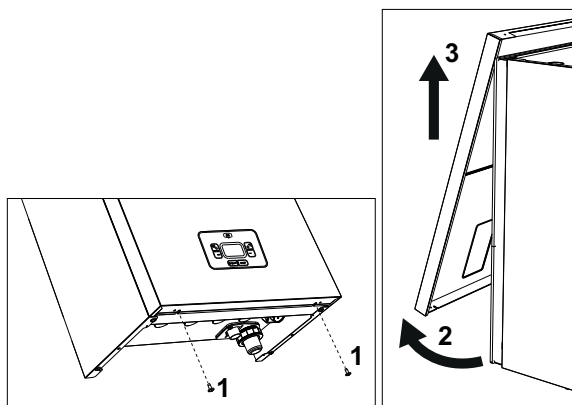

fig. 51 - Apertura pannello frontale
1. Svitare le viti "1" (vedi fig. 51).